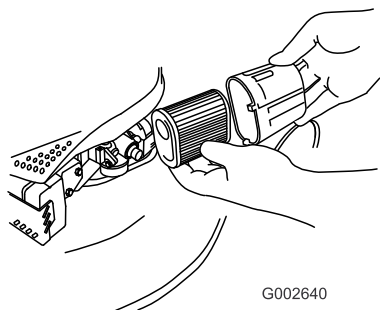

Figure 37
2. Tournez le couvercle du filtre à air pour le déposer (Figure 37).